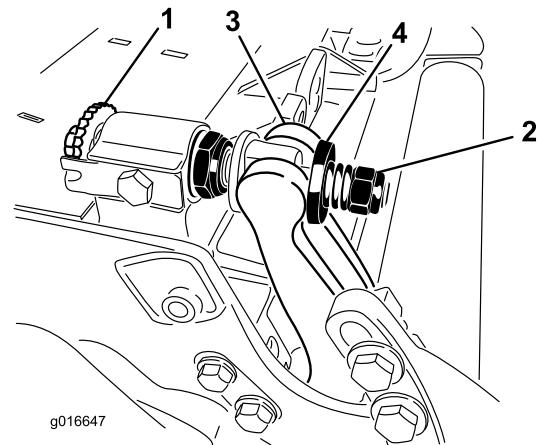

Bild 34
2. Drehen Sie die Federspannungsmutter so weit hinaus, bis die Scheibe nicht mehr gegen den Untermesserträger angespannt ist (Bild 34).
1. Drehen Sie die Einstellschrauben des Untermesserträgers nach links, um den Abstand zwischen Untermesser und Spindel zu vergrößern (Bild 34).